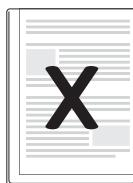

Bild 1
- Se till så att det finns ett avstånd på minst två mm mellan plastfickans och dokumentets kanter, så som visas på bild 1.
- Se till så att det finns ett avstånd på minst två mm mellan plastfickans och dokumentets kanter, så som visas på bild 1 (se sid. 36).